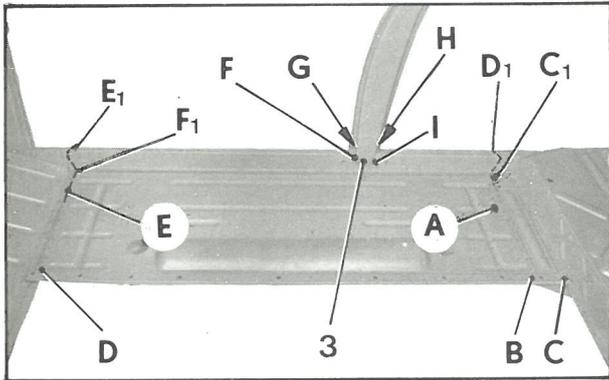

Fig. 1
10. Soulever la languette (3) (fig. 1) de la doublure de pied milieu et repérer sur le brancard de bas de caisse la position intérieure du pied milieu.
en I	(fig. 1) (deux points)